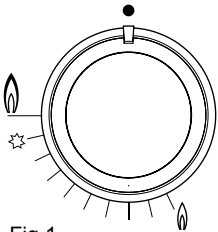

Fig.1
Gewünschten Bedienungsknopf entgegen dem Uhrzeigersinn auf die große Flamme drehen (Abb. 1) und Knopf drücken.
Bei Stromausfall können die Brenner mit Streichhölzern gezündet werden, indem man den Bedienungsknopf auf die große Flamme (Abb. 1) dreht und drückt.
- Stellen Sie immer sicher, dass die Bedienungsknöpfe auf Null stehen (siehe Abb. 1), wenn das Gerät nicht in Betrieb ist.
- Beim zufälligen Erlöschen der Flamme wird die Gaszufuhr nach einigen Sekunden durch das Sicherheitsventil automatisch unterbrochen. Um den Betrieb wieder herzustellen, wird der Bedienungsknopf wieder auf die große Flamme (Abb. 1) gedreht und gedrückt.